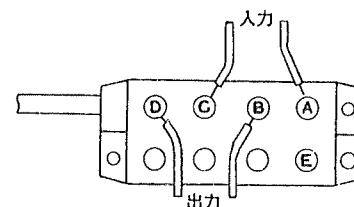

図 11
- b) ひずみゲージの使用には種々の接続法が用いられます。これらの接続法は、前項3-2-1を参照して下さい。またブリッジボックスを中継して各種の変換器を使用する場合には図11のように接続して下さい。